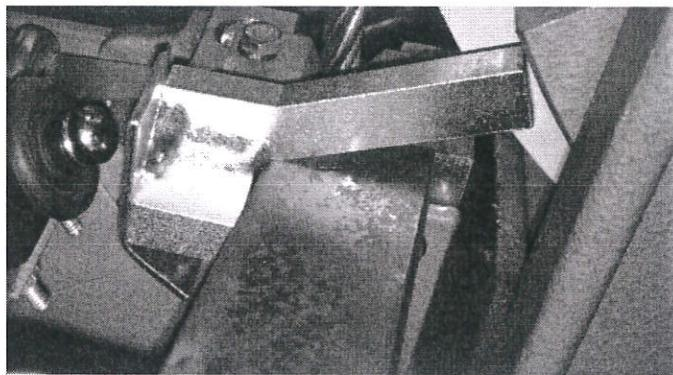
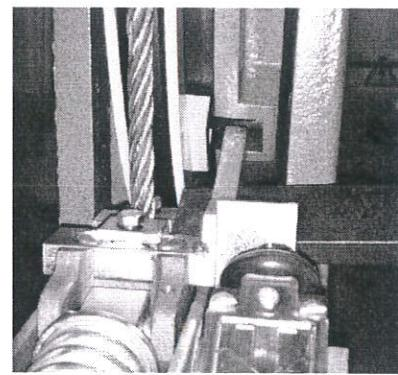

图 17
图 18
(1) 使用活动扳手柄卡在如图 17 所示位置，用活动扳手柄向上撬起制动块使其与制动鼓凹槽接触，如图 18